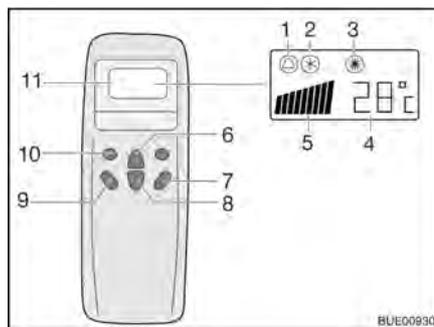
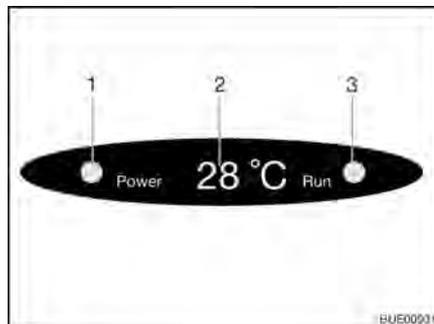

Fig. 143 Telecomando
Fig. 144 Display su diffusore
- Premere il tasto "ON/OFF" (Fig. 143,7).
- Premere il tasto "Mode" (Fig. 143,10) spesso, finché la modalità desiderata (Fig. 143,1, 2 o 3) viene visualizzata sul display. La spia di controllo relativa sul display sul diffusore (Fig. 144,3) si accende.
- Con i tasti di aumento della temperatura (Fig. 143,6) o di riduzione della temperatura (Fig. 143,8) regolare la temperatura desiderata.
- Con il tasto numero di giri ventola (Fig. 143,9) selezionare il livello desiderato per la ventola.
Spegnimento: ■ Premere il tasto "ON/OFF" (Fig. 143,7).